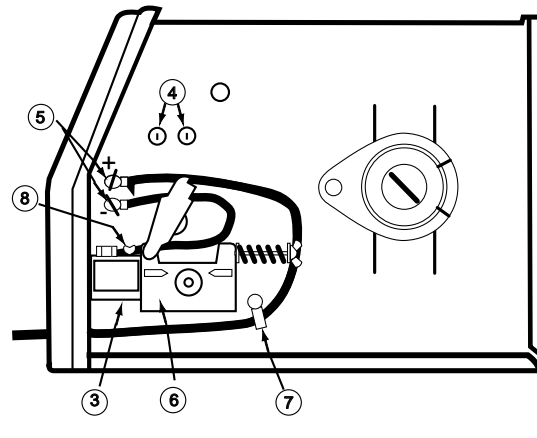

FIGURA 1
1. Abra la puerta de la sección de alimentación de alambre en el lado derecho de la Weld-Pak 100HD y vea la figura 1 en la siguiente página.
2. Pase el extremo del cable de trabajo que tiene el terminal de conexión con el orificio más pequeño, a través del Orificio de Acceso del Cable de Trabajo (1) en el frente del gabinete.
3. Enrute el cable por debajo y alrededor de la parte posterior de la Caja de Engranajes de Alimentación de Alambre (6).
4. **Únicamente para Innershield:** La Weld-Pak 100HD viene conectada a una polaridad de electrodo negativo. Para terminar la instalación, utilice la tuerca mariposa que se proporciona, a fin de conectar la terminal de conexión del cable de trabajo a la terminal (5) de salida positiva (+) que se localiza arriba de la Caja de Engranajes de Alimentación de Alambre (6). Asegúrese de que ambas tuercas mariposa estén apretadas.
1. Consulte la Figura 1. Desconecte la máquina o coloque el interruptor de encendido en la posición "O" (apagado).
2. Pase una por una las puntas aisladas de los cables de control del gatillo de la antorcha, a través de la Ranura de Acceso del Cable de Control y del Cable de la Antorcha (2) en el frente del gabinete. Los cables deberán pasar por debajo de la Caja de Engranajes de Alimentación de Alambre (6) y a través del Sujetador de Cable (7) en el panel interno.
3. Inserte el conector del cable conductor de la antorcha a través del Orificio de Acceso del Cable de la Antorcha (2), en el frente del gabinete de la Weld-Pak 100HD. Asegúrese de que el conector entre totalmente en el bloque conector de latón. Si el conector de la antorcha no entra por completo, [COMMENT3] desenrosque un poco el Tornillo Mariposa (8) del bloque conector. Gire el conector para que los cables de control queden abajo, y apriete el Tornillo Mariposa (8) del bloque conductor.
4. Conecte las terminales del cable de control del gatillo de la antorcha a los dos conectores aislados de 6,4 mm (1/4"), que se localizan arriba de la etiqueta "Gun Trigger Connection" (Conexión del Gatillo de la Antorcha) en la sección de alimentación de alambre (4). Cualquier cable puede ir en cualquier conector. Acomode los cables lo más cerca posible del panel interno.